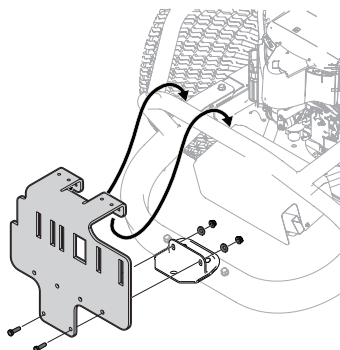

Figura 5
- Cuelgue el conjunto del soporte del adaptador en el tubo del bastidor superior y conecte al adaptador del soporte de enganche (789-02298) con dos tornillos (710-0376), dos arandelas de cubeta (736-0242) y dos tuercas de seguridad de brida (710-04063). Consulte Figura 5.